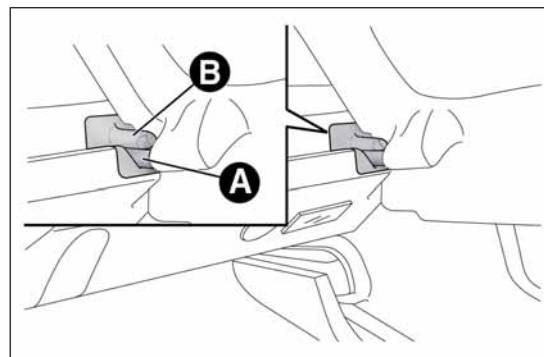

fig. 65
- libera i perni A fig. 65 posti all'esterno del ripiano dalle relative sedi B ricavate nei supporti laterali, quindi rimuovi la cappelliera verso l'esterno;